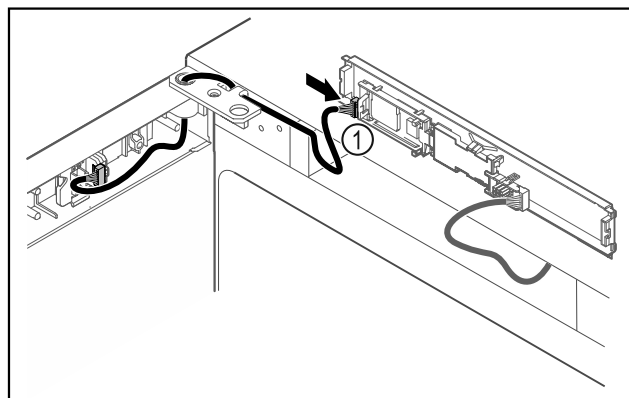

Fig. 49
- Collegare il connettore Fig. 49 (1) sulla scheda.